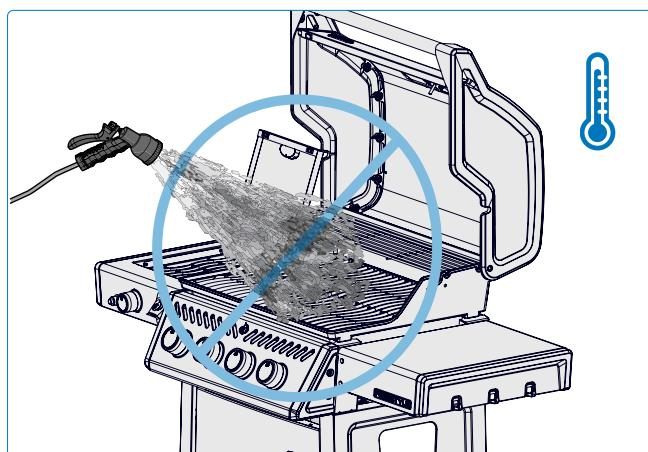

Abb. 27
- Löschen Sie niemals eine Flamme und kontrollieren Sie keine Aufflammmungen mit Wasser (**Abb. 27**)